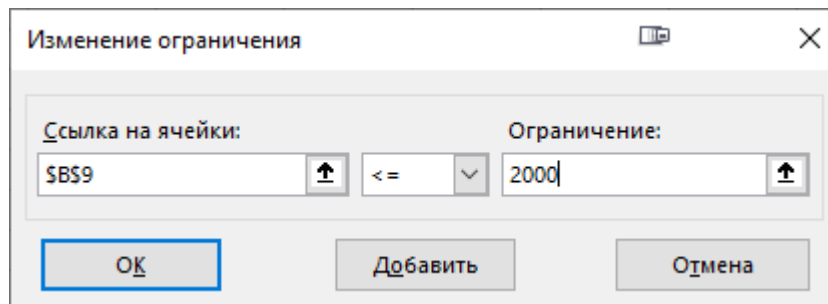

Рис. 12. Изменение ограничения
4. Снова запустите решение задачи. Измените ограничение на расход материала рис. 12.